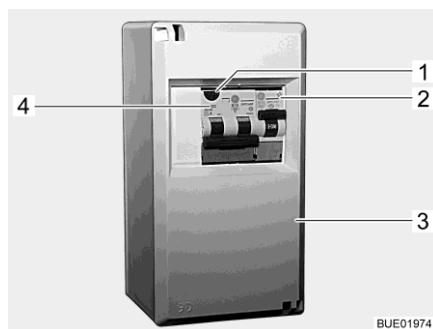
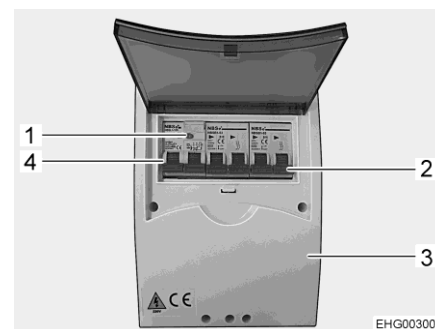

Fig. 136 Coffret de fusibles 230 V
Fig. 137 Coffret de fusibles 230 V (variante)
- Couper les disjoncteurs de protection de circuit (Fig. 136,2, Fig. 136,4 ou Fig. 137,2, Fig. 137,4) dans le coffret de fusibles (Fig. 136,3 ou Fig. 137,3).
- Quand le véhicule est raccordé sur l'alimentation 230 V, appuyer sur la touche de contrôle (Fig. 136,1 ou Fig. 137,1) du disjoncteur différentiel/disjoncteur de protection de circuit combiné (Fig. 136,4 ou Fig. 137,4) dans le coffret de fusibles (Fig. 136,3 ou Fig. 137,3). Le disjoncteur différentiel doit se déclencher.